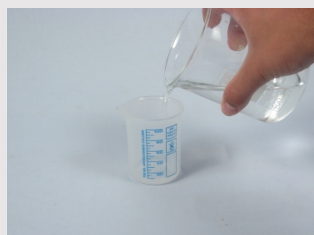

Рисунок 11
1. Спочатку виміряйте температуру в кімнаті термометром і запишіть її. Попросіть вчителя налити у Вашу склянку гарячу воду. Потім за допомогою маленької мензурки налейте 30 мл гарячої води в чорний стакан (рис. 11).